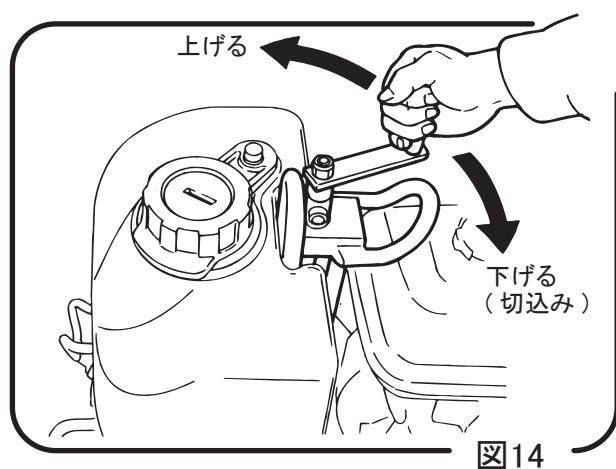

図14
- 4 昇降ハンドルを時計（右）方向にゆっくり回してブレード切断面に接触した所で、水タンクの右後方（操作者側から見て）にある切り込みゲージを確認し、ゆっくりと希望する深さまでブレードを切り込ませて下さい。（図 14）